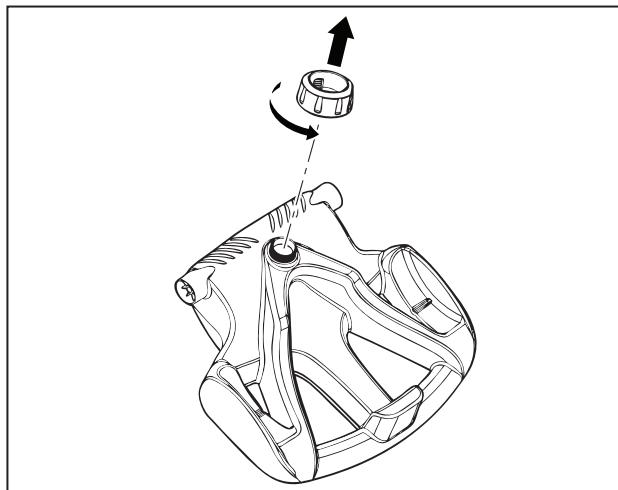

Figure 2. Retrait de l'écrou à main de l'unité de base
- Dévissez l'écrou à main de la base (Figure 2).